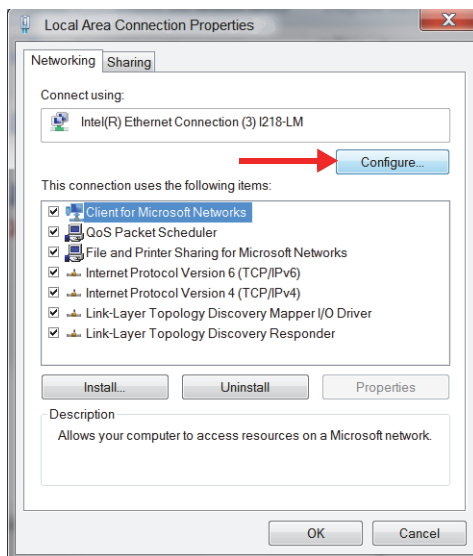

Рис. 1-7 Кнопка Configure (Конфиг.)
3. Во вкладке **Networking** (Сеть) щелкните **Configure** [Конфиг.] (Рис. 1-7 на стр. 31).